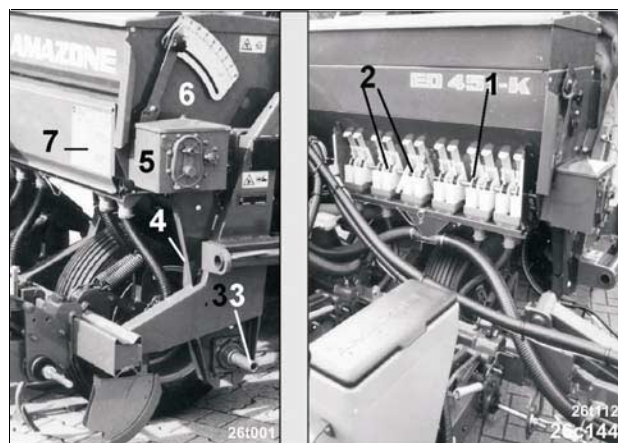

Рис. 146
- Расположенные на дозирующем вале (Рис. 146/1) дозирующие катушки (Рис. 146/2) имеют привод от вала (Рис. 146/3) ходовых колес через цепную передачу (Рис. 146/4) и редуктор (Рис. 146/5) для внесения удобрений.